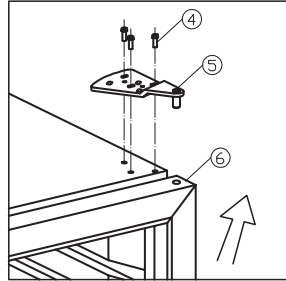

Abb. 7.2
- Während Sie die Tür festhalten das obere Scharnier abmontieren und die Tür hochheben. Abb. 7.2